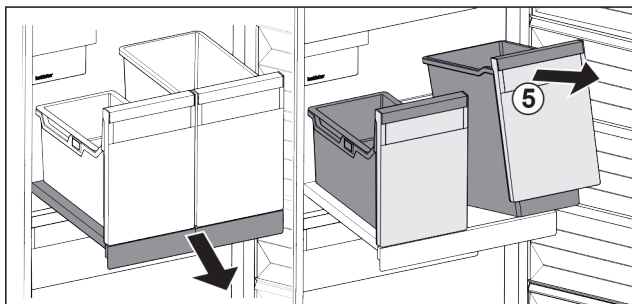

Fig. 194
- Behälter Fig. 194 (5) vorne anheben.